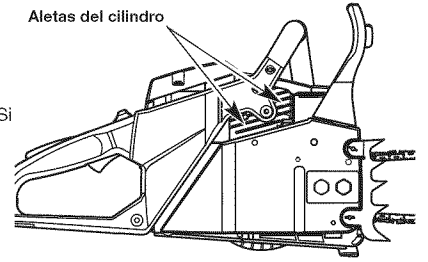

Fig. 54
5. Se tiene que sacar la suciedad de las aletas del cilindro regularmente para reducir el riesgo de daño a la unidad y lesiones personales debido a incendio. Utilice aire comprimido, a 40 lb/pulg² o menos, para soplar la suciedad que haya en las aletas del cilindro (Fig. 54). Al limpiar las aletas del cilindro con aire comprimido, use siempre espejuelos o gafas de seguridad. Utilice un cepillo pequeño de alambre para los residuos que sean difíciles de sacar. No use agua ni disolventes en las aletas del cilindro. Si después de limpiar, aún queda una cantidad considerable de suciedad, haga que un distribuidor de servicio autorizado limpie las aletas del cilindro.